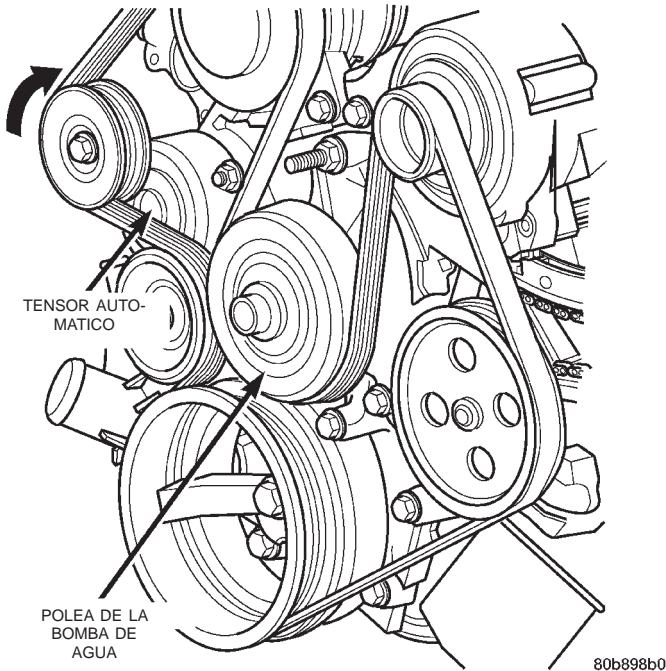
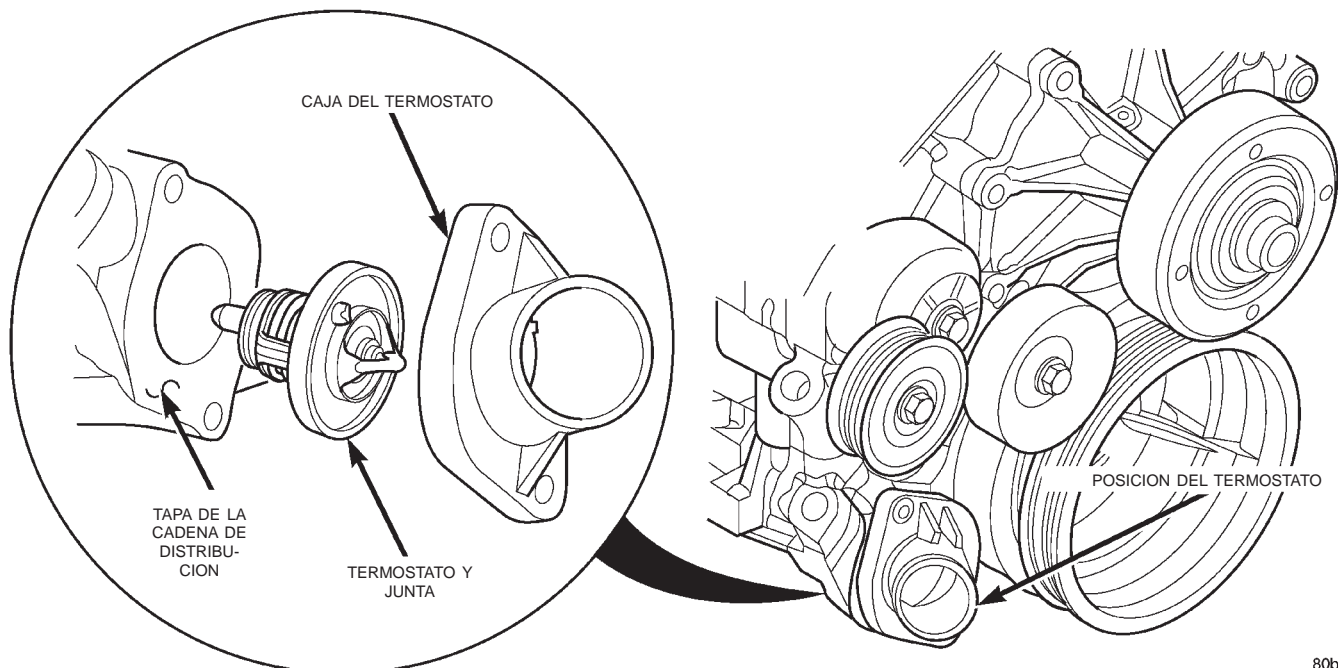
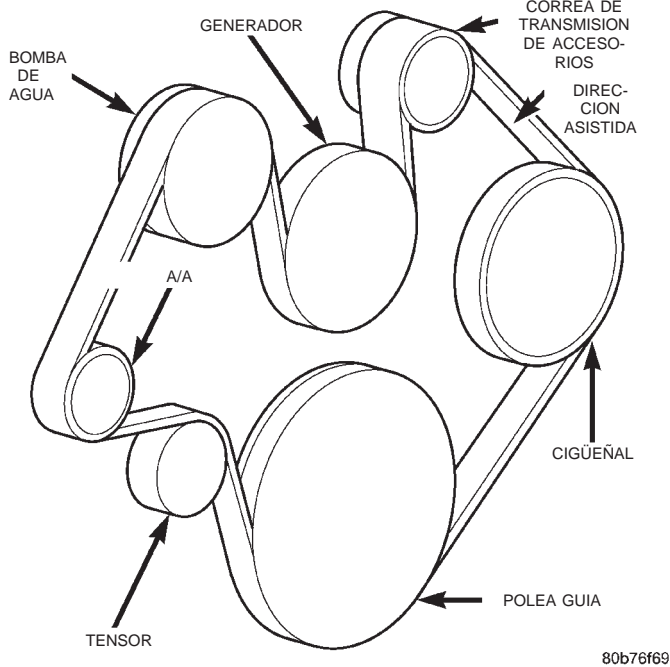

Fig. 38 Correa de transmisión de accesorios y tensor— motor 4.7L
Fig. 39 Termostato y caja del termostato—motor 4.7L
Fig. 40 Recorrido de la correa de transmisión de accesorios—motor 4.7L
(1) Desconecte el cable negativo de la batería de la batería.
(2) Drene el sistema de refrigeración hasta que el nivel de refrigerante se encuentre por debajo del termostato. Consulte Drenaje del sistema de refrigeración en este grupo.
(3) Retire la correa de transmisión de accesorios (Fig. 38).
(4) Retire la abrazadera de la manguera inferior del radiador y la manguera inferior del radiador de la caja del termostato.
(5) Retire los pernos de instalación de la caja del termostato, la caja del termostato y el termostato (Fig. 39).
(2) Instale el termostato (el lado del muelle hacia abajo) dentro de la acanaladura maquinada ahuecada de la tapa de la cadena de distribución (Fig. 39).
(3) Emplace la caja del termostato en la tapa de la cadena de distribución.
(4) Instale los dos pernos de fijación de la caja a la tapa de la cadena de distribución. Apriete los pernos con una torsión de 23 N·m (200 lbs. pulg.).
PRECAUCION: Cuando instale la correa de transmisión de accesorios, ésta debe estar correctamente encaminada. De lo contrario, el motor puede recalentarse debido al giro en la dirección incorrecta de la bomba de agua. Para informarse sobre el recorrido adecuado de la correa del motor 4.7L, consulte la (Fig. 40). Puede también consultar la etiqueta de recorrido de correas situada en el compartimiento del motor del vehículo. Debe utilizarse la correa correcta con la longitud correcta.
(6) Emplace la correa de transmisión sobre todas las poleas **excepto** la polea de la bomba de agua (que se encuentra entre el generador y el compresor de A/A) (Fig. 40).
(7) Coloque una llave de cubo en el perno de instalación de la polea del tensor automático de la correa.
(8) Gire la llave de cubo a la derecha. Coloque la correa sobre la polea de la bomba de agua. Permita que el tensor gire de regreso a su posición. Retire la llave. Asegúrese de que la correa esté correctamente calzada en todas las poleas (Fig. 38).